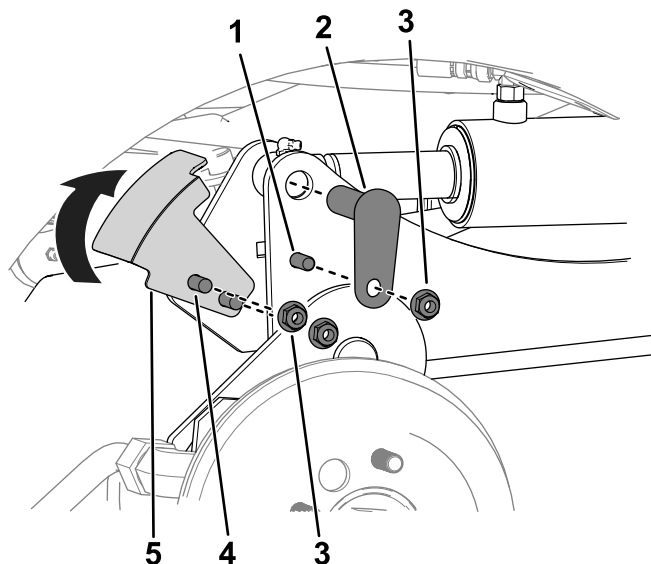

Figura 12
- Fixai fiecare capăt al tijeii cilindului de fiecare bra de ridicare cu tifturi mici, uruburi ($\frac{3}{8}$ " \times $1\frac{1}{4}$ " i piuliță ($\frac{3}{8}$ "), aa cum se arată în Figura 12.
- Fixai suportul senzorului pe braul de ridicare din dreapta folosind 2 uruburi de fixare i 2 piulie ($\frac{3}{8}$ "), aa cum se arată în Figura 12.
Când montați suportul senzorului, rotiți suportul în sus (aa cum se arată în Figura 12) înainte de a-l fixa.